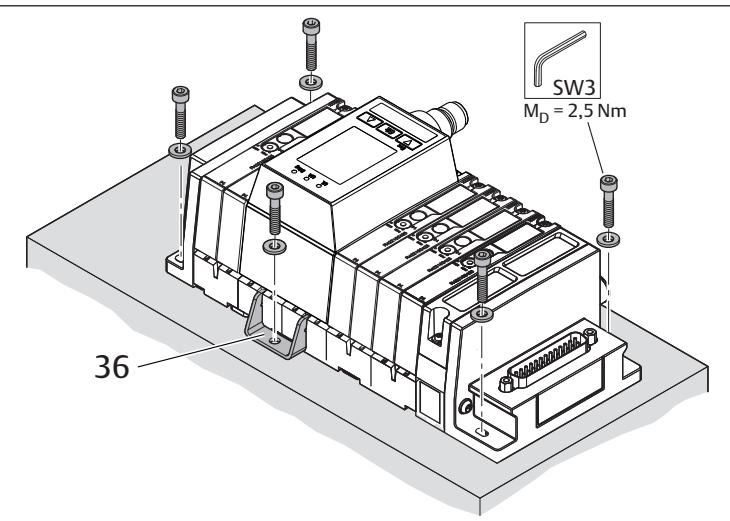

Fig. 11: Fixation de l'îlot de distribution par équerres de fixation, exemple
► Afin de stabiliser l'îlot de distribution, placer des équerres de fixation supplémentaires (36) (voir fig. 11). Il n'est pas nécessaire de démonter l'îlot de distribution. Règle de base : à partir de 17 emplacements de distributeur, une équerre de fixation supplémentaire, permettant d'accueillir 8 emplacements de distributeur en plus, est nécessaire. Exemple :